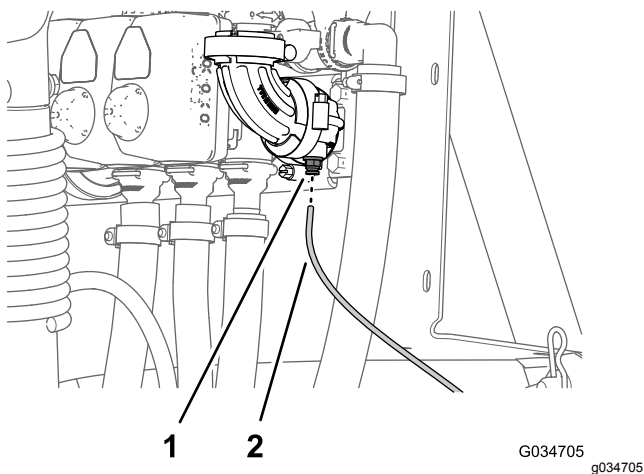

図 11
1. 右側ブーム用バルブの90°エルボにあるチューブカップラ用のカラーを押し込む 図 11。
2. チューブカップラから、ダッシュボード用水圧計の水圧検知チューブを抜き出す 図 11。